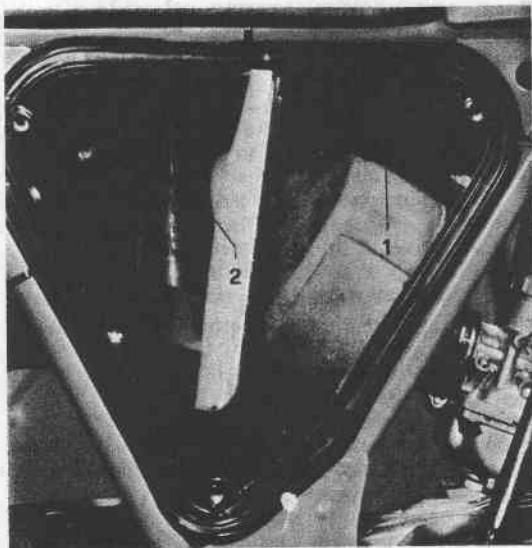

Fig. 17 - Cassetta aspirazione
- Rimuovere il filtro (Fig. 17), lavarlo in acqua (possibilmente calda) con sapone neutro o shampoo.